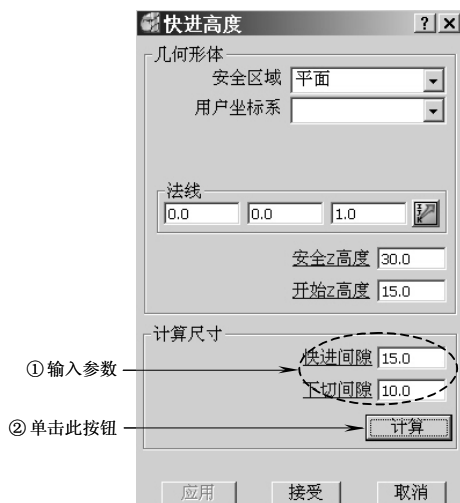

图 12-7 设置快进高度参数
3) 设置快进高度: 在 PowerMILL 综合工具栏中单击快进高度按钮, 打开“快进高度”表格, 按图 12-7 所示设置快进高度参数, 完成后单击“接受”按钮退出。